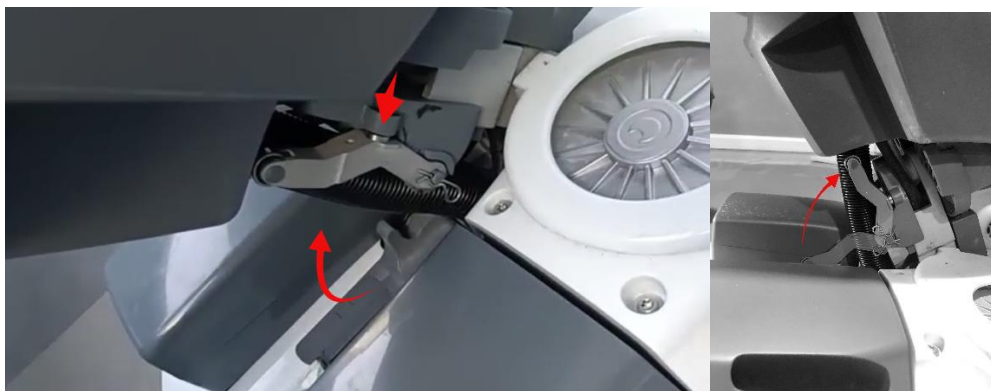

Figure 20A : remettre en position avant de garer l'unité.
* Remettez toujours le bras en position de rangement avant de garer l'unité. (figure 20A).